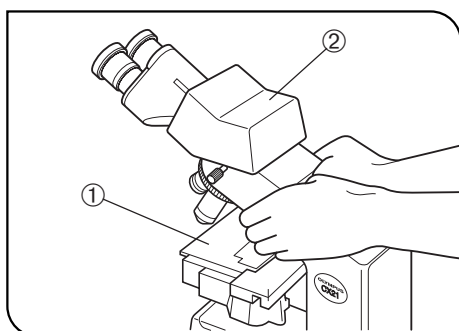

Fig. 2
5. Pour déplacer le microscope, le porter précautionneusement et comme indiqué sur le schéma situé dans la Fig. 2 : une main de chaque côté de la prise en creux ménagée dans la partie arrière du bras.